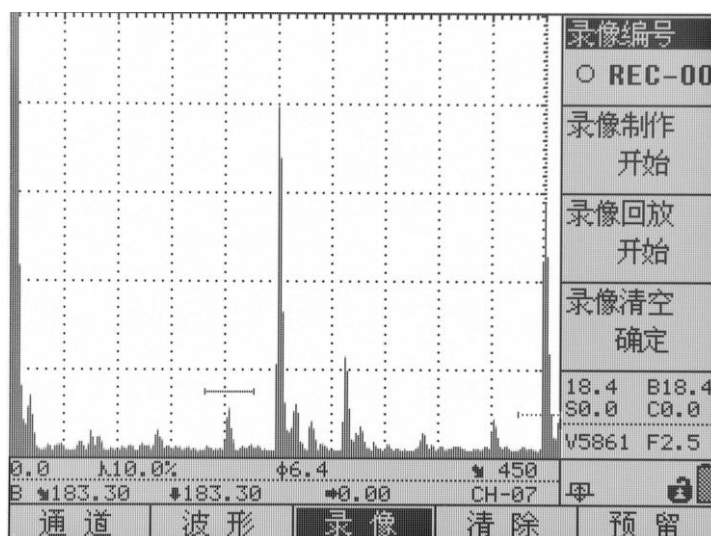

图 5.2
1. 单击“动态记录”键，进入录像操作界面，如图 5.2 所示。在“录像编号”子菜单中通过选择旋钮选择录像文件（REC-XX），再选择“录像制作”子菜单，并按“确认”键开始录像。如果录像文件中已存有数据，则仪器会提示“文件中已存有数据，清空后方可重新录制”，并返回。